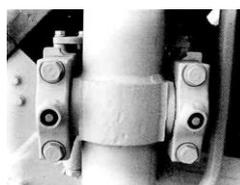

Рис. 6-10
- 7. Смазать опору цилиндров перекоса (см. Рис. 6-10) 4 части